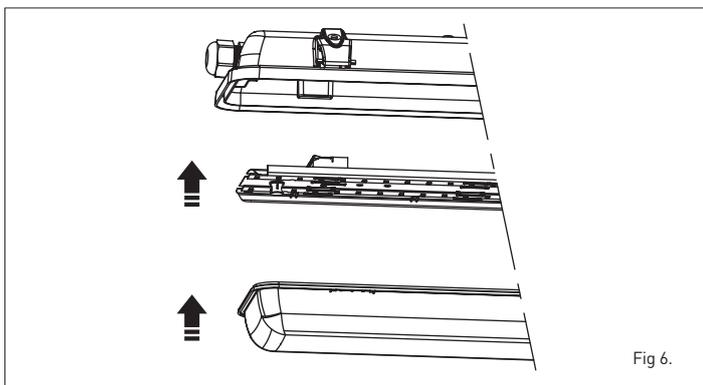

Fig 6.
10. Fit the LED tray into the base and secure with clips (Fig 6).
11. Reattach the diffuser to the base and secure with clips (Fig 6).
10. Insérez l'appareillage LED dans la base et fixez-le avec les clips (fig. 6).
11. Remplacez le diffuseur et bien l'attacher avec les clips (fig. 6)